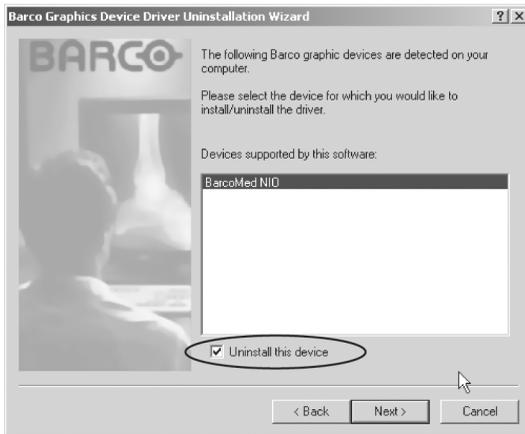

Figure 52
5. Nella schermata successiva (vedere la figure 52 on page 117), **selezionare** la casella di controllo accanto a **“Uninstall this device”**, quindi fare clic su **“Next”** per continuare.